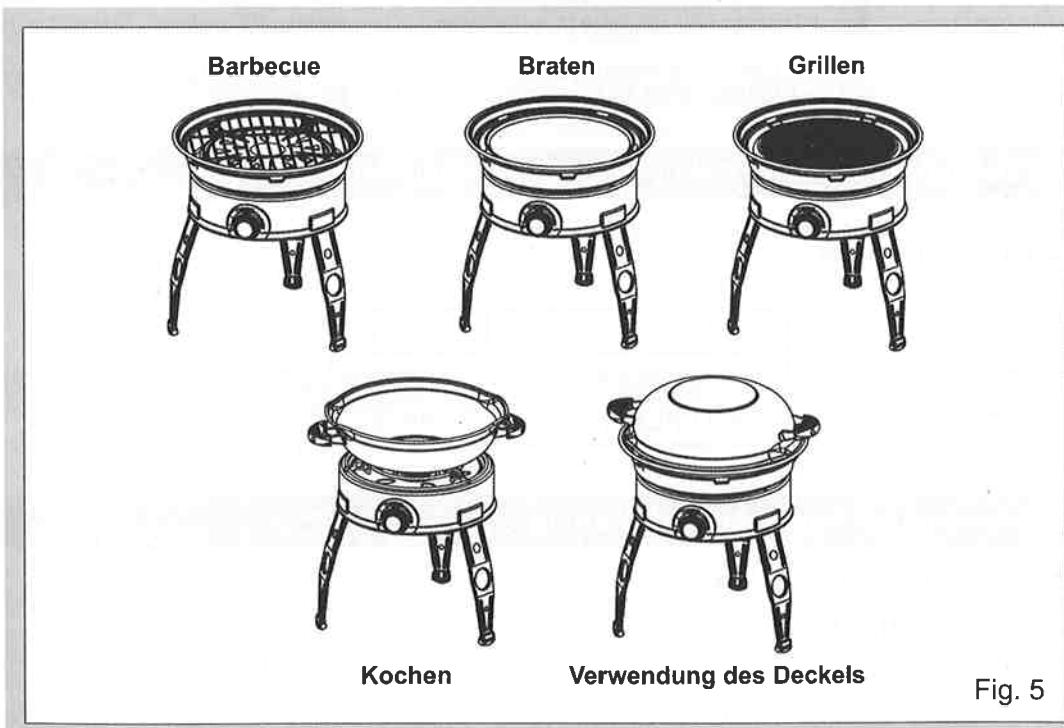

Fig. 5
- Für diese Art des Garens verwenden Sie die Bratrostoption. Legen Sie die untere Ablenkplatte (E) konzentrisch auf den äußeren Ring des Topfständers (G) und versichern Sie sich, daß sie richtig positioniert ist. Legen Sie die obere Ablenkplatte (D) und den Drahtrost (C) in die Aussparung am inneren Rand der unteren Ablenkplatte (siehe Abbildung 5). Diese Zubereitungsmöglichkeit ist am besten für Koteletts, Kebabs, Huhn,
- Schweinefleisch usw. geeignet. Vorsicht: Bitte beachten Sie, daß beim Kochen von fetthaltigen Fleischsorten etwas Fett auf das Gerät tropfen kann, was ein Aufflammen zur Folge haben kann. Bitte seien Sie bei der Zubereitung solcher Fleischsorten vorsichtig. Die Kochtemperaturen können leicht durch Drehen des Ventilknopfes (J) zur Regulierung der Hitze Ihren Anforderungen entsprechend eingestellt werden.
- Für diese Art des Garens legen Sie die Grillplatte (B) auf die untere Ablenkplatte (E), wobei die geriffelte Seite der Grillplatte nach oben zeigt (siehe Abbildung 5). Versichern Sie sich, daß die obere Ablenkplatte (D) entfernt ist, und daß die Grillplatte (B) sicher in der Aussparung der unteren Ablenkplatte (E) liegt. Diese Zubereitungsart ist am besten für Steaks und andere flach geschnittene Fleischteile geeignet. Für beste Ergebnisse stellen Sie den Grill durch Regelung des Gasflusses auf mittlere Hitze. Fleisch, das auf diese Weise zubereitet wurde, hat schwärzliche Linien, genau wie professionell zubereitete Steaks. Grillen Sie jede Seite jeweils nur für wenige Minuten. Regeln Sie die Grillzeit und temperaturentsprechend Ihrer persönlichen Vorlieben, also nicht durchgebraten, medium oder well done.
- Für diese Art des Garens verwenden Sie die Einheit (F) mit dem Topfständer (G). Der Deckel (A) kann als Topf zum Abkochen und für allgemeines Garen verwendet werden. Ansonsten stellen Sie einen passenden Topf mit nicht weniger als 150 mm und nicht mehr als 250 mm Durchmesser auf den Topfständer (siehe Abbildung 5).